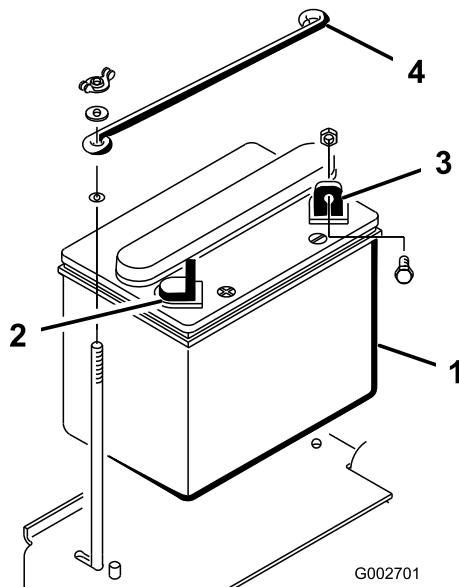

Bild 4
1. Setzen Sie die Batterie ein. Die Minusklemme befindet sich hinten an der Maschine (Bild 4).